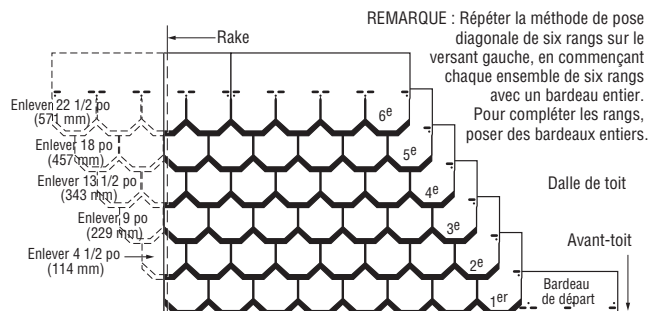

Figure 16-15 : Quatre et demi en diagonale, six à la verticale (Carriage House).
2. Positionner les clous dans la bande de départ à environ 1 1/2 po (3,8 cm) en haut du bord inférieur, de façon à les centrer sous les jupes du premier rang. Continuer en posant des pièces entières de 10 po x 36 po (25,4 cm x 91,4 cm) le long de l'avant-toit (figure 16-15).
PREMIER RANG : Poser un bardeau entier sur le coin inférieur gauche du toit, les jupes à égalité avec le rang de départ (figure 16-15).